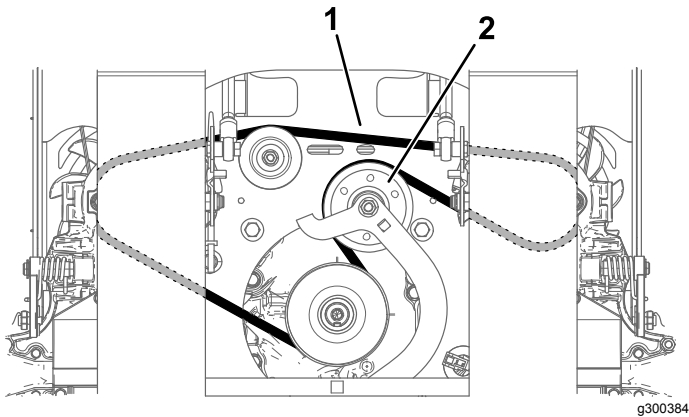

Bild 58
6. Nehmen Sie den Riemen ab (Bild 58).
8. Installieren Sie die den neuen Riemen und legen Sie ihn, wie in Bild 58 dargestellt, um die Scheiben.